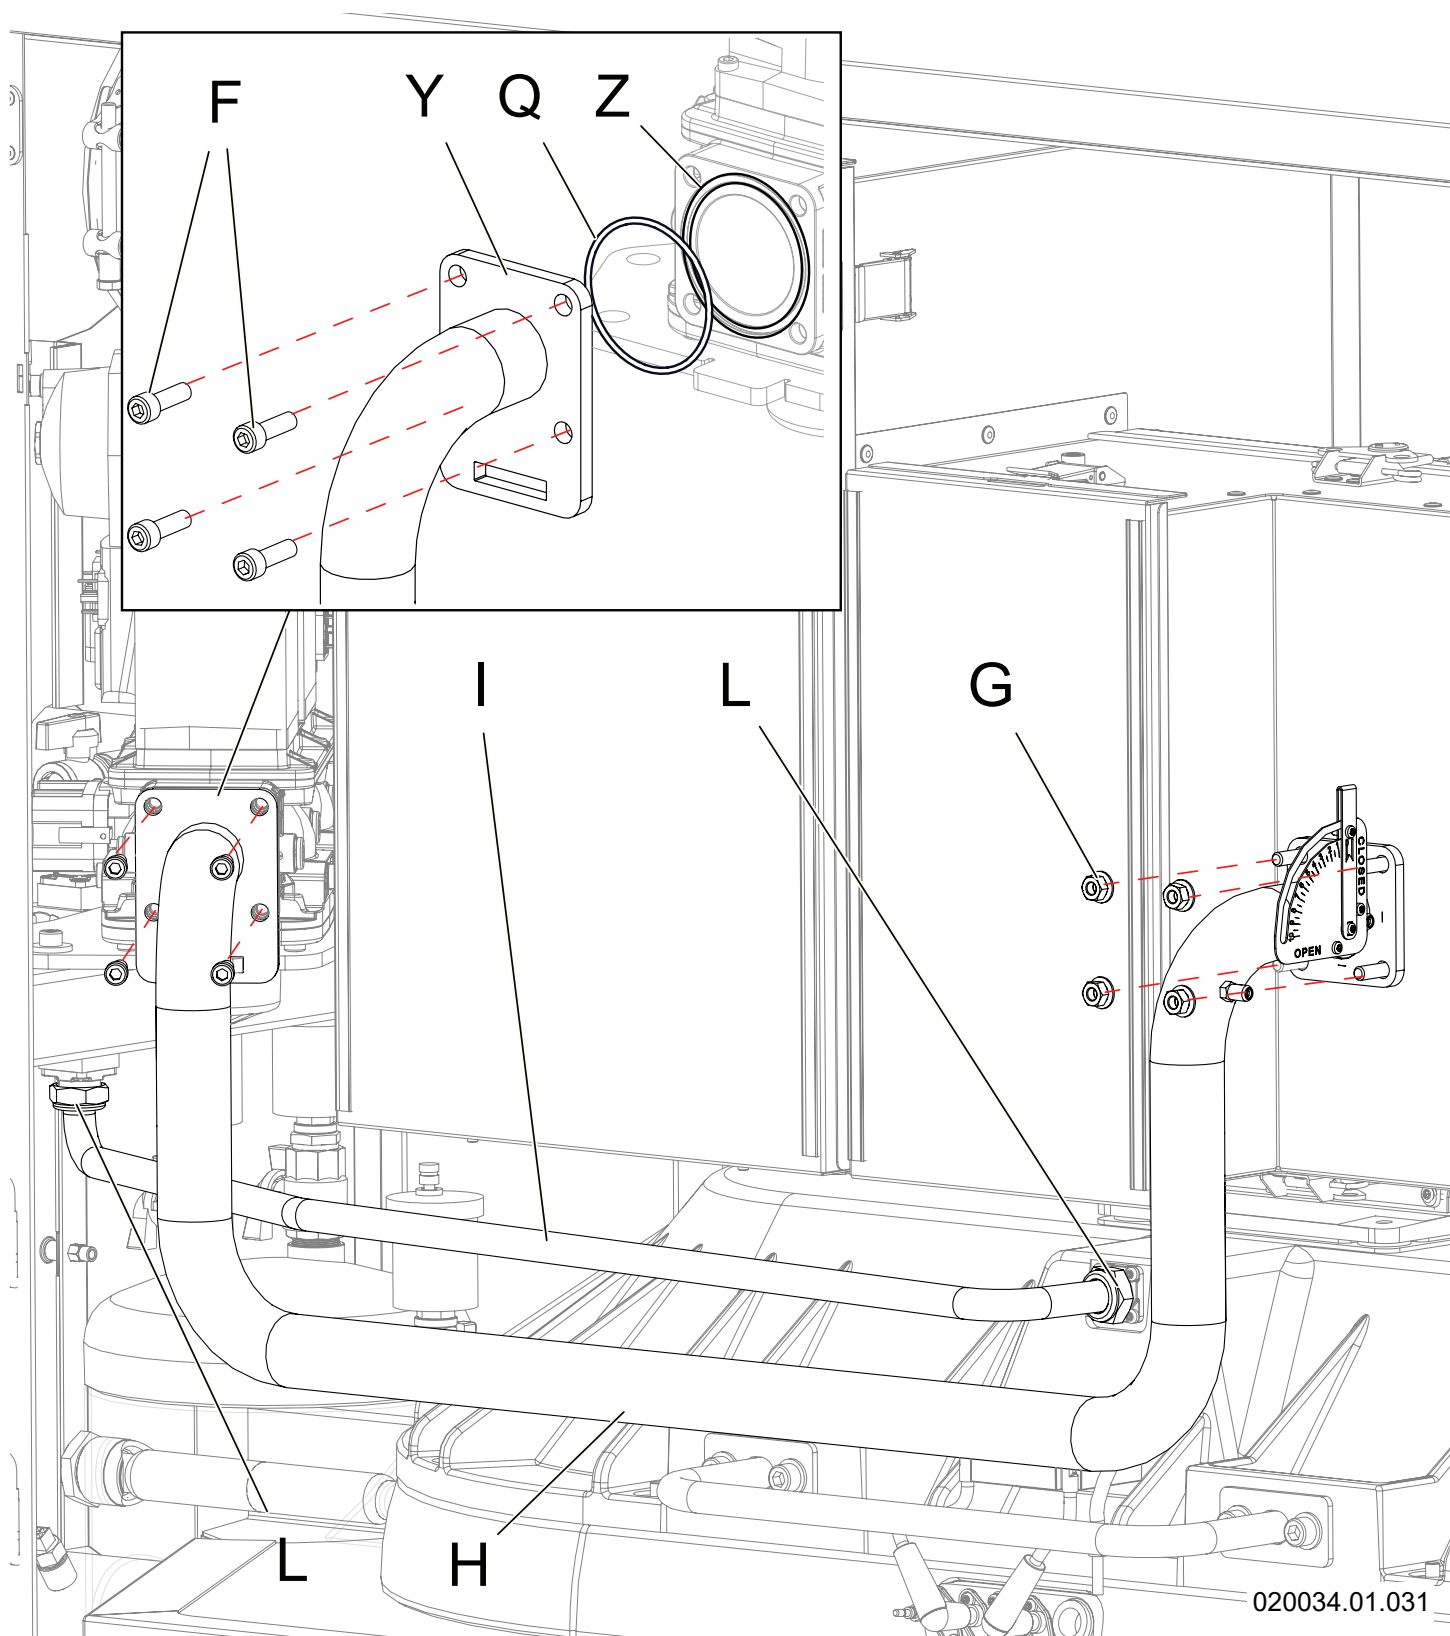

Figura 8-7 - Rimozione dei tubi del gas
4. - Facendo riferimento alla Figura 8-7:
PERICOLO!!! Reinstallare il tubo del gas "H" avendo cura di riposizionare correttamente tutti gli o-ring. In particolare, quando si posiziona la flangia "Y" per montarla, assicurarsi che l'o-ring "Q" sia correttamente posizionato all'interno della sede "Z" (vedi Figura 8-7).
Una volta riassemble tutto aprire l'alimentazione del gas e fare una prova di tenuta sui raccordi "L" (Figura 8-7), quando il bruciatore pilota è in funzione.